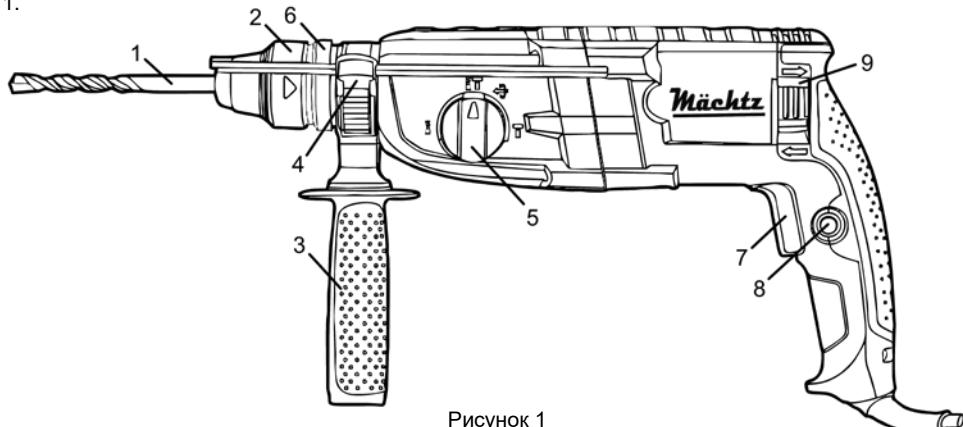

Рисунок 1
4.1 Виберіть необхідний режим роботи виробу за допомогою перемикача (5) (див. рисунок 1, таблицю 2). При необхідності встановлення свердлильного патрона – встановить його в патрон SDS-plus через адаптер.
4.2 Для ввімкнення виробу натисніть на пускову клавішу (7) (рис.1). Для вимкнення виробу слід клавішу відпустити.